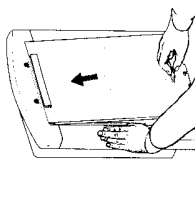

FIG. 10
- Zum Entfernen der Sicherheitsplatte den blauen Verschluss zur Seite schieben (siehe Abb. 10).
- Faites glisser le verrou bleu en travers pour libérer la barrière (voir Fig. 10).
- Spostare verso destra il dispositivo blu di blocco per sganciare la barriera (vedi Fig. 10).
- Deslice la cerradura azul para soltar la barrera (Fig. 10).